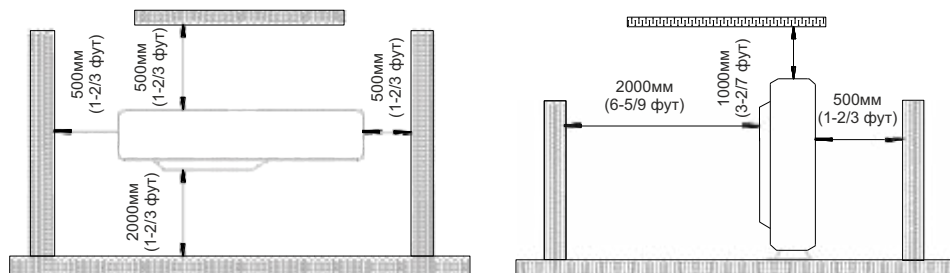

Рис. 3.2
- (1). Устанавливайте наружный блок в месте, обеспечивающем максимальную защиту от неблагоприятных воздействий погодных условий.
- (2). Устанавливайте наружный блок в месте, обеспечивающем легкое подключение к внутреннему блоку
- (3). Устанавливайте наружный блок в месте, обеспечивающем беспрепятственный слив конденсата во время работы в режиме обогрева.
- (4). Не подвергайте животных или растения прямому воздействию выходящего из агрегата горячего воздуха.
- (5). Учитывайте вес блока при выборе места для монтажа таким образом, чтобы уровни шума и вибрации во время эксплуатации были минимизированы.
- (6). Поверхность, на которую устанавливается агрегат, должна быть достаточно прочной, чтобы выдерживать вес блока.
- (7). Обеспечьте свободное пространство вокруг блока, как показано на Рис. 3.2 таким образом, чтобы обеспечивалось беспрепятственное движение воздушного потока.